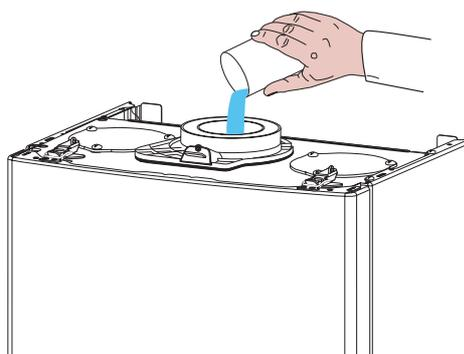

Fig. 12
**Avant la première mise en route de l'appareil, il est impératif de remplir le siphon avec de l'eau, pour cela, mettre environ 1/4 de litre d'eau par l'orifice d'évacuation des gaz brûlés avant de monter le dispositif d'évacuation (Fig. 12).**